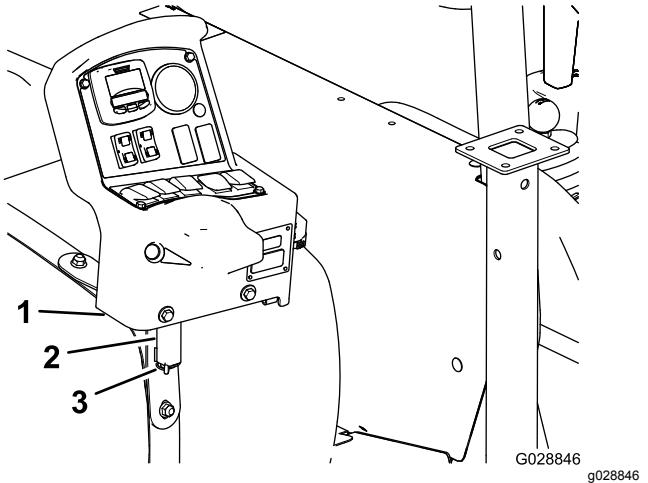

Figura 6
3. Montate il quadro sulla staffa e fissate il perno di articolazione alla staffa con la coppiglia (Figura 6).
2. Allineate il perno di articolazione sul quadro di comando con la staffa di immagazzinamento nella fascia di fissaggio del serbatoio anteriore (Figura 6).